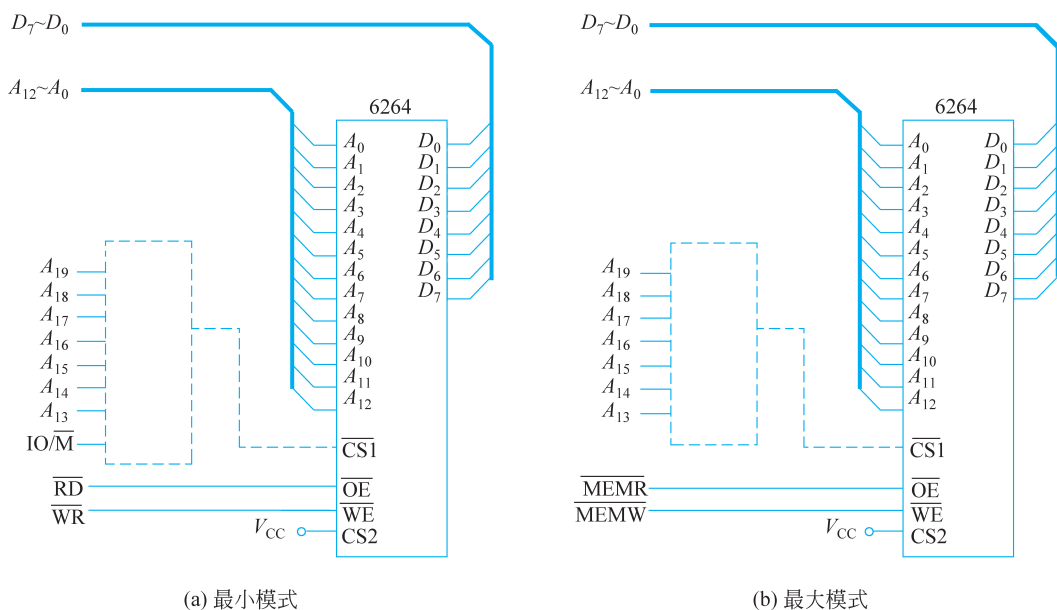

图 5-9 6264 芯片与系统总线的连接(未完成)
(1) 将 6264 芯片的数据线 $D_0 \sim D_7$ 与系统的 $D_0 \sim D_7$ 一对一连接,没有其他接法。
(2) 将 6264 芯片的地址线 $A_0 \sim A_{12}$ 与系统的 $A_0 \sim A_{12}$ 一对一连接, 没有其他接法。8088 系统中剩余的地址线 $A_{13} \sim A_{19}$ 需要通过译码电路, 作为片选信号与 6264 芯片连接。
(3) 将 6264 芯片的 $\overline{OE}$ 与系统的 $\overline{MEMR}$ 连接, 将 $\overline{WE}$ 与系统的 $\overline{MEMW}$ 连接。如果 8088 CPU 工作在最小模式下, 则将 6264 芯片的 $\overline{OE}$ 、 $\overline{WE}$ 分别与系统的 $\overline{RD}$ 、 $\overline{WR}$ 连接, 如图 5-9 所示。
图 5-9(a) 是 8088 CPU 工作在最小模式下的连接方法, 其中除地址线 $A_{13} \sim A_{19}$ 未连接外, 还有控制信号 $\overline{IO/M}$ 。 $\overline{IO/M}$ 信号在时序上与地址线基本相同, 所以在译码电路中可以把它当作一根地址线参与译码。图 5-9(b) 是 8088 CPU 工作在最大模式下的连接方法。